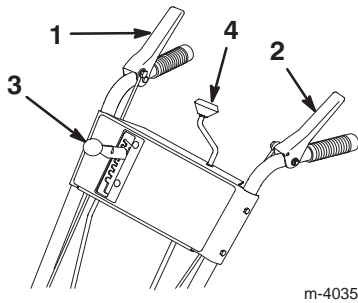

Figure 20
- **Commande de tarière/roue hélice** (Fig. 20)—Pour embrayer la tarière et la roue hélice, serrez la manette contre la poignée du mancheron de droite. Pour les débrayer, lâchez la manette.
- **Commande de traction** (Fig. 20)—Pour embrayer la traction (entraînement des roues), serrez la manette contre la poignée du mancheron de gauche. Pour arrêter la traction, lâchez la manette.
- **Changement de vitesse** (Fig. 20)—Cette commande offre sept vitesses : cinq en marche avant et deux en marche arrière. Pour changer de vitesse, placez le levier dans la position souhaitée. Le levier s'engage dans un cran pour chaque vitesse choisie. Le changement de vitesse peut être dur lorsque la machine doit fournir de gros efforts.
- **Commande d'orientation de l'éjecteur** (Fig. 20)—Tournez la commande d'orientation dans le sens des aiguilles d'une montre pour déplacer l'éjecteur vers la gauche, ou en sens contraire pour le déplacer vers la droite.
3. Relâchez les manettes de tarière/roue hélice et de commande de traction (Fig. 20).
11. Sélectionnez la première (Fig. 20), serrez la manette de commande de traction contre la poignée, puis relâchez-la. Si la déneigeuse se met à avancer avant que vous ayez engagé la manette de commande ou après que vous l'avez relâchée, reportez-vous à la rubrique Réglage de la courroie d'entraînement de traction, page 22.